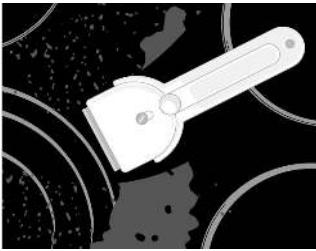

рис. 4
■ **Сахар и сладкие блюда** могут сильно повредить стеклокерамическую поверхность (рис. 5), поэтому во избежание повреждения поверхности немедленно удаляйте их с помощью скребка, даже если варочная поверхность еще не остывла (рис. 4).